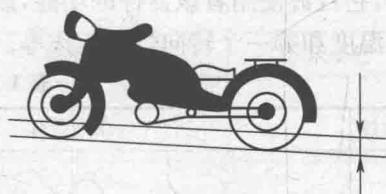

图 1-23 摩托车的离地间隙
(7) 离地间隙:除前、后轮和挡泥板外,处于轴距内的车辆最低点(包括脚蹬的使用最低位置)与支承面的距离,如图 1-23 所示,单位 mm。
(8) 车辆净重(正常运行并装有下列设备的车辆重量):
①正常运行必须的附件;
②全部电器设备(包括制造厂供给的照明及信号装置);
③按照有关规定要求装备的全部仪器和接头;
④保证车辆每一零件正常工作的各种液体(注:燃油及燃油和润滑油的混合油不包括在内,但包括蓄电池电解液、液压油、冷却液及汽油机润滑油等),单位为 kg。
(9) 空车重量(车辆净重量加上下列重量):
①燃油或燃油和润滑油的混合油(油箱注油量不少于规定容量的 90%);
②除正常运行必须的附件外,加上制造厂供应的附件(工具包、行李架、风挡、保护设备等)。